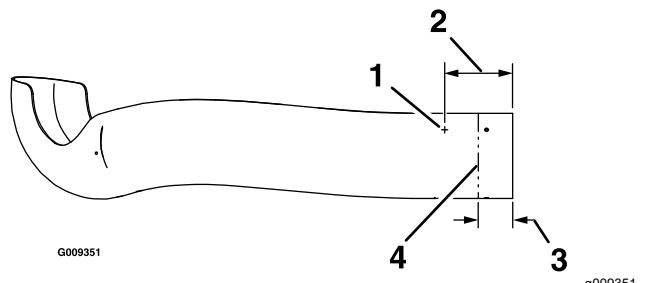

Figure 14
- A. Localisez les 3 trous dans le tube supérieur. Mesurez 16,5 cm (6,5 po) depuis l'extrémité du tube et faites des repères aux 3 emplacements (Figure 14).
- B. Percez 3 trous (4,8 mm ou 3/16 po) comme montré à la Figure 14.
- C. Mesurez en 3 emplacements – à 76 à 89 mm (3 à 3,5 po) de l'extrémité du tube, faites des repères et enroulez du ruban de marquage autour sur le tube comme guide (Figure 14).